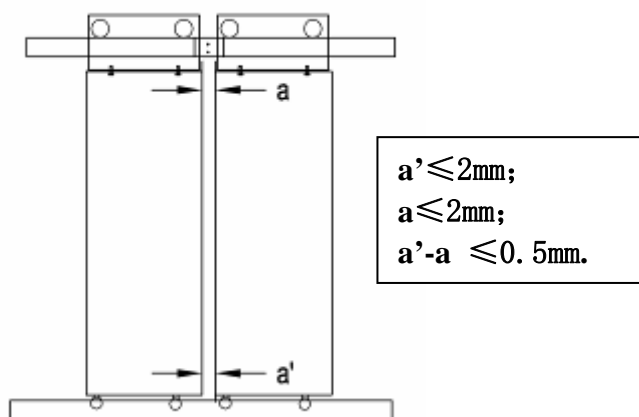

图 2-15 轿门装配主视图
3. 门扇之间的间隙不大于 2mm，即  $a、a' \leq 2\text{mm}$ ..且上下均匀,要求  $a'-a \leq 0.5\text{mm}$ 。。见图 2-15 轿门装配主视图